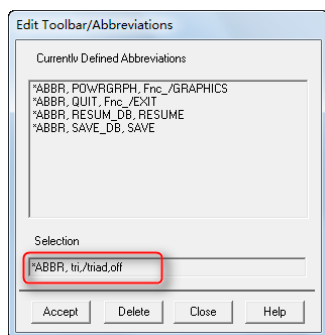

图 5-124 在工具条建立命令按钮
⑨在工具条建立命令按钮：依次选择 Utility Menu→MenuCtrls→Edit Toolbar，弹出如图 5-124 所示的对话框。在“Selection”中“*ABBR”后输入“tri,/triad,off”，单击“Accept”按钮，在工具条生成“TRI”按钮。单击“Close”按钮关闭“Edit Toolbar”对话框。在“ANSYS”工具条单击“TRI”按钮，执行/trid,off 命令。
⑩依次选择 Utility Menu→Plot→Lines 命令，重新绘制直线和曲线。